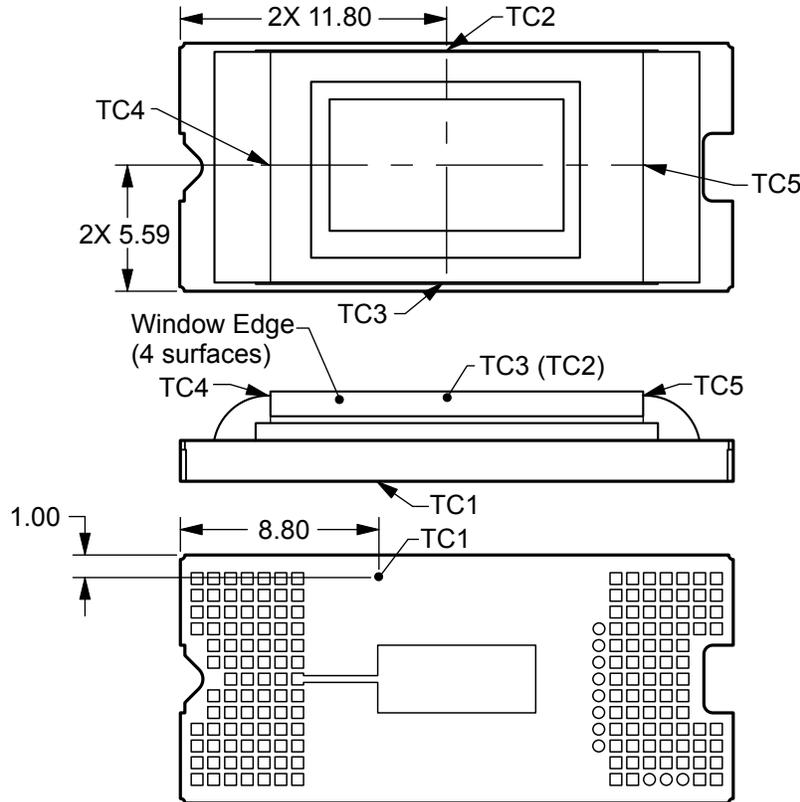

図 6-1. DMD の温度テストポイント
マイクロミラー アレイの温度は直接測定できないため、パッケージ外部の測定ポイント、パッケージの熱抵抗、電力、照明の熱負荷から、解析的に計算する必要があります。アレイ温度と基準セラミック温度 (図 6-1 の熱テスト TC1/TP1) の関係は、以下の式で与えられます。
- $R_{\text{ARRAY-TO-CERAMIC}}$  = Thermal resistance of package specified in 図 6-1 from array to ceramic TP1 (°C/Watt)
- $Q_{\text{ARRAY}}$  = Total DMD power on the array (W) (electrical + absorbed)
- $Q_{\text{ELECTRICAL}}$  = Nominal electrical power (W)
- $Q_{\text{INCIDENT}}$  = Incident illumination optical power (W)
- $Q_{\text{ILLUMINATION}}$  = (DMD average thermal absorptivity  $\times$   $Q_{\text{INCIDENT}}$ ) (W)